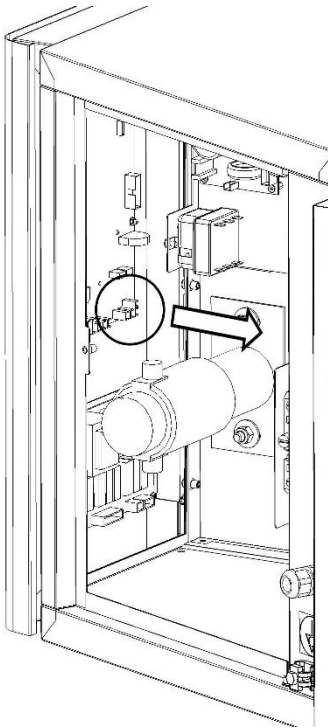

Fig.10A
- 3.Desconectar las conexiones eléctricas a la placa base (Fig.10A).